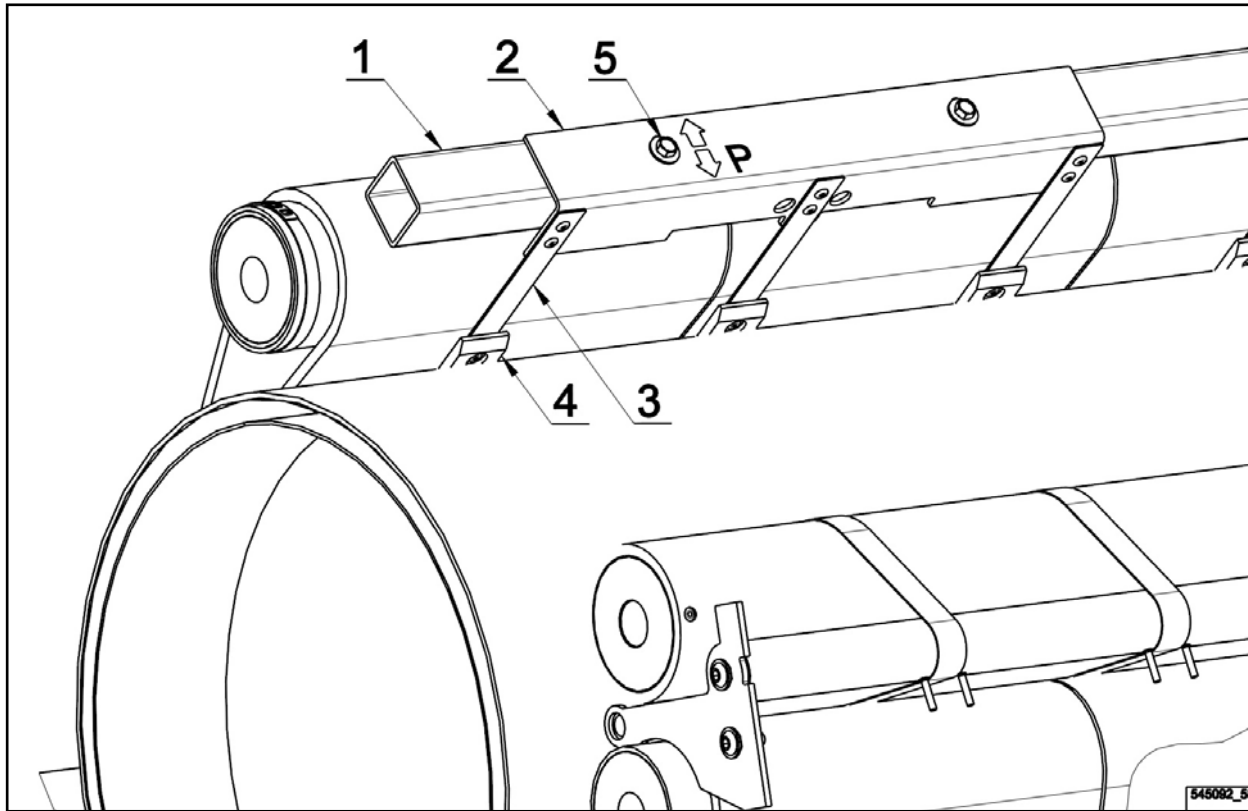
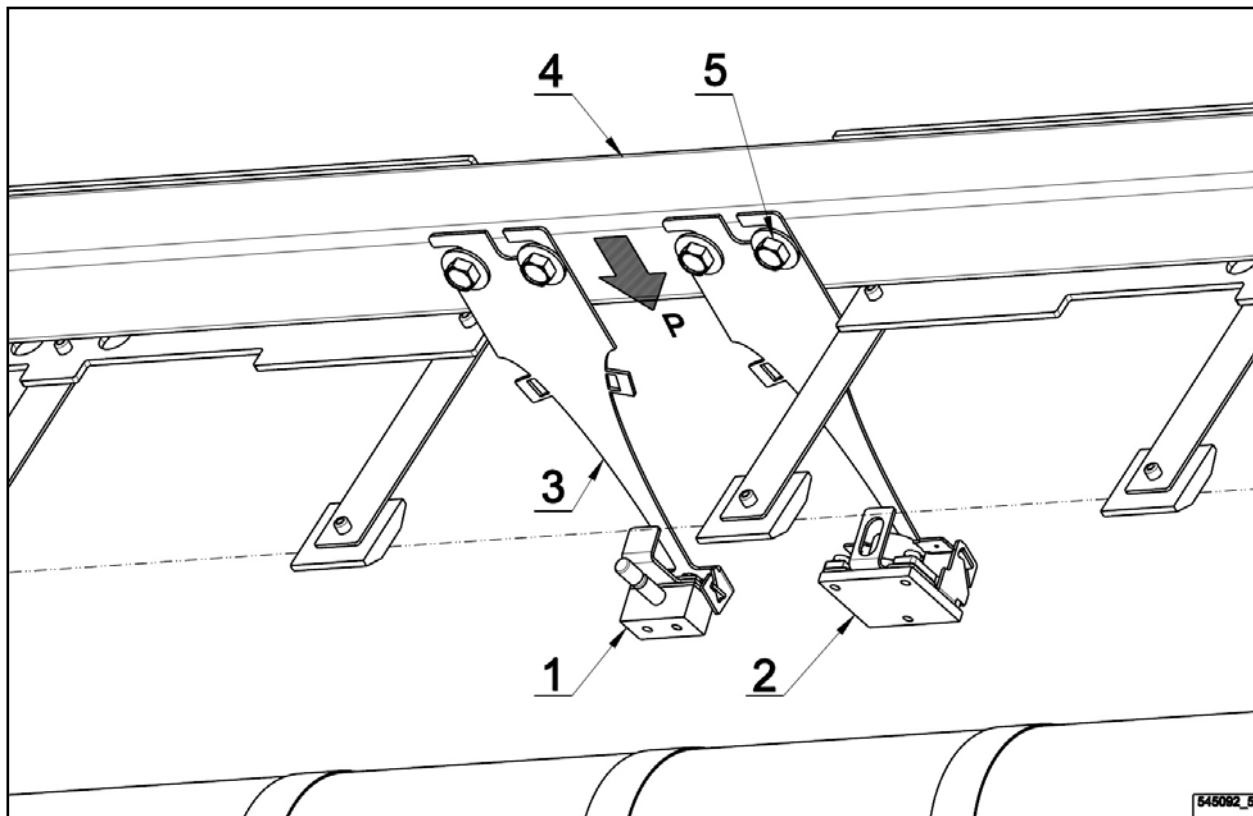

figura 6.10.
figura 6.11.
- El juego de despegadores – figura 6.10. está formado por varias unidades (2) instaladas en el soporte de los despegadores (1). Cada unidad contiene (2) tres despegadores fijados por remaches y cada despegador es formado por un dedo de chapa flexible inoxidable (3) con el filo fijado por remaches (4) que es de un plástico especial resistente a la fricción y temperatura. El filo se adjunta al cilindro de planchado.
- Figura 6.10. – Despegadores
- La posición correcta en general es tal que asegure la presión adicional mínima pero permanente – toque de cada filo (4) en el cilindro de planchado y que los cantos verticales del filo (4) estén paralelos con los filos verticales del dedo (3).
- La presión adicional del filo (4) en el cilindro de planchado está determinada por la posición del movimiento de la unidad (2) – sentido P en el soporte (1) que está fijado por dos tornillos (5).
- La posición correcta y la limpieza de los cantos de toque de los filos (3) se tiene que controlar 1x por semana.
- Si el espacio en el sentido P está determinado para el acabado del tendido de la unidad, es posible girar el filo (4) en el remache central del dedo (3) en 180° reajustándolo a la posición correcta.
- Los detectores básicos de la temperatura – figura 6.11. son de funcionamiento (1), fijados en el panel de control de la máquina, y de seguridad (2) – véase el capítulo 5.9. Los detectores se encuentran en básculas de los dedos flexibles (3) que están atornillados directamente en el soporte de los despegadores (4) por medio de tornillos (5). Los detectores son presionados a la superficie del cilindro de planchado.
- Figura 6.11. – Detectores térmicos básicos
- La máquina puede disponer también de dos sensores extremos de funcionamiento con la misma construcción que el básico detector térmico de funcionamiento (1). Estos detectores le corresponden al sistema OCS – véase el capítulo 5.8. y se conectan con la unidad OCS.
- La posición correcta del detector se alcanza por el establecimiento correcto del dedo (3) en el sentido P y la posición correcta del detector se manifiesta con su combo moderado - tiene que tocar el cilindro con toda su superficie, además, para el detector (1) vale que después de un desvío al canto tiene que volver solo a la posición original.
- Controlar 1x por semana la posición correcta y la limpieza de las superficies de contacto y cantos de los detectores (1) y (2).
- Detector de funcionamiento (1) – sensor Pt 100 en el cuerpo de bronce.